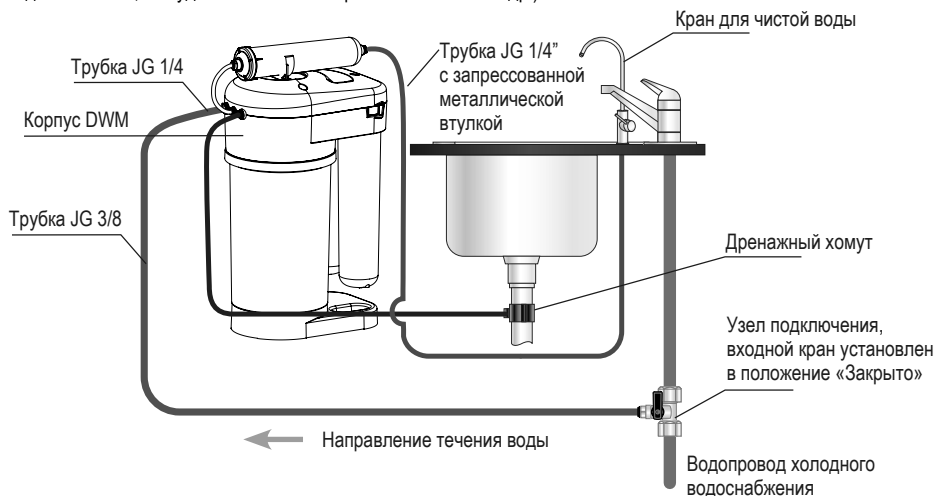
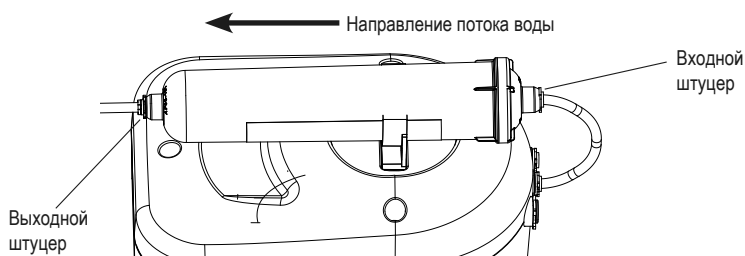

Рис. 2
Рис. 11
3	Соединительные трубки (рис. 2)
Определите удобные места расположения крана для чистой воды и DWM. При этом обратите внимание на то, чтобы подводящие трубы проходили свободно, без изломов и перегибов (рис. 2).
- Соедините трубкой JG 1/4" синего цвета (d 6,35 мм, L=0,17 м) входной штуцер (рис. 11) с корпусом DWM в соответствии со схемой (рис. 2).
Шаг 1 Подсоедините подводящие трубки, следуя рисункам ниже. Схема подключения трубок показана на рис. 2.
Для замены модуля КЗ (рис. 11):
- Отсоедините трубку JG от выходного штуцера (рис. 11). Для этого выньте из-под пластиковой втулки стопорную клипсу, нажмите на торец пластиковой втулки, вытяните трубку.
- Отсоедините трубку JG от входного штуцера (рис.11). Для этого выньте из-под пластиковой втулки стопорную клипсу, нажмите на торец пластиковой втулки, вытяните трубку.